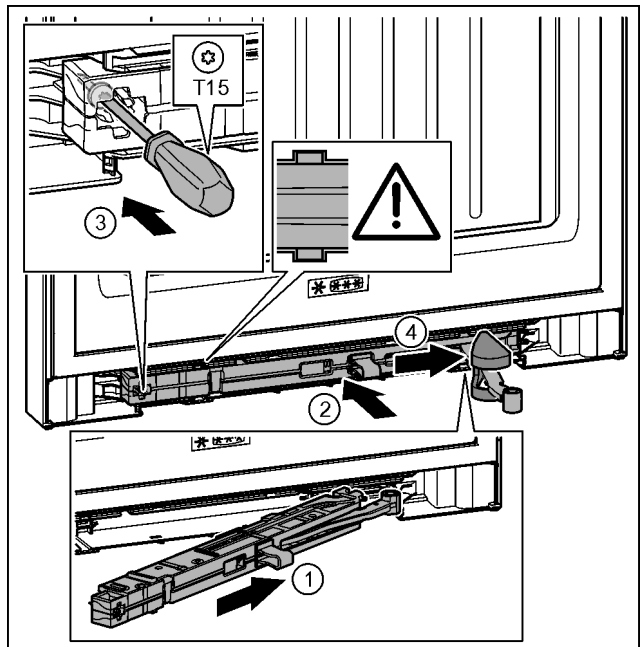

Fig. 45
- ▶ Schließdämpfereinheit auf der Lagerbockseite bis zum Anschlag schräg in die Aussparung einschieben. *Fig. 45 (1)*
- ▶ Schließdämpfereinheit vollständig in Aussparung schieben. *Fig. 45 (2)*
- ▶ Schraube mit einem Schraubendreher T15 festschrauben. *Fig. 45 (3)*
- ▶ Abdeckung über Gelenk schieben. *Fig. 45 (4)*